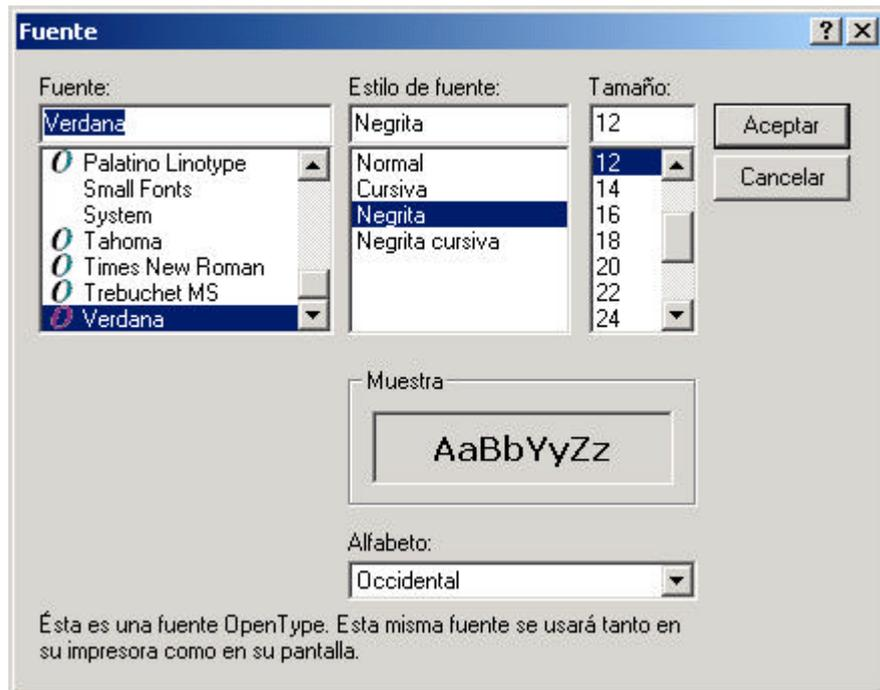

Figura 23.- Ventana Fuente.
- Estilo de fuente: Aquí se puede elegir entre los estilos que se muestran en la figura 23.